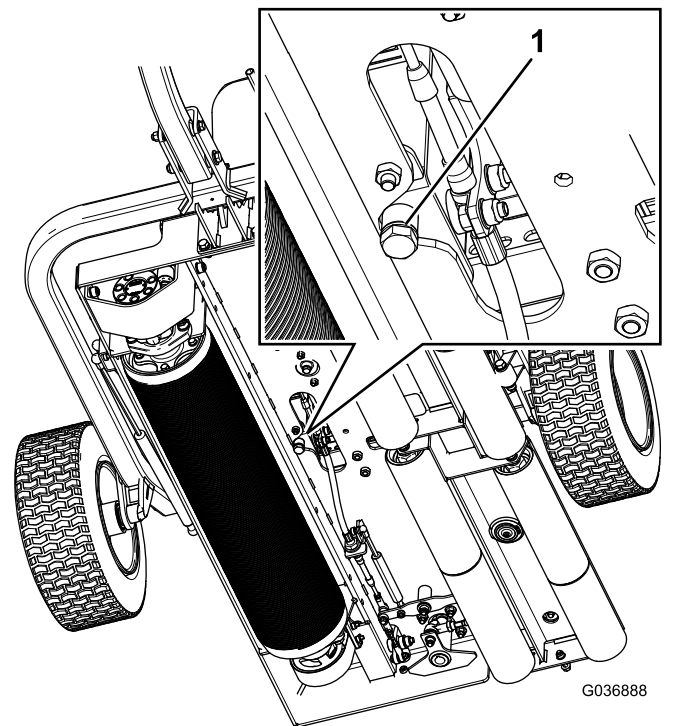

Figure 35
1. Placez un bac de vidange sous le bouchon de vidange du réservoir hydraulique (Figure 35).
2. Retirez le bouchon de vidange au bas du réservoir (Figure 35).